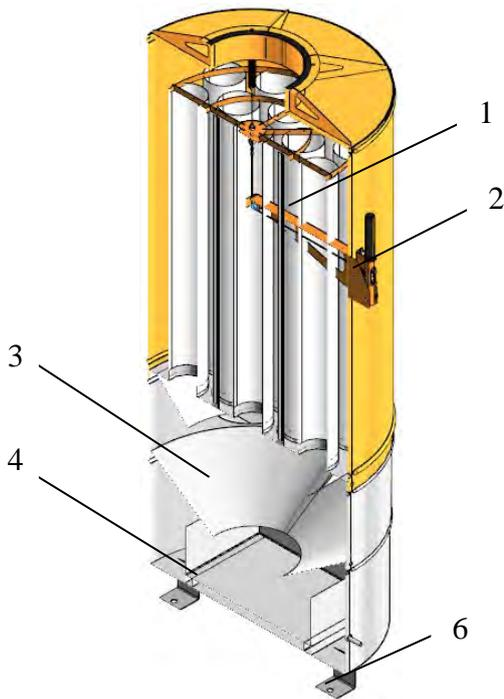

Рис. 1
- 7.2. Периодически, в зависимости от интенсивности работы необходимо, отключив ПУЕЛГ от вентиляционной системы или выключив саму систему, несколько раз дёрнуть на себя ручку механизма встряхивания (рис.1). После чего продолжить работу. В случае подвижного исполнения необходимо корпус ПУЕЛГ придерживать рукой.